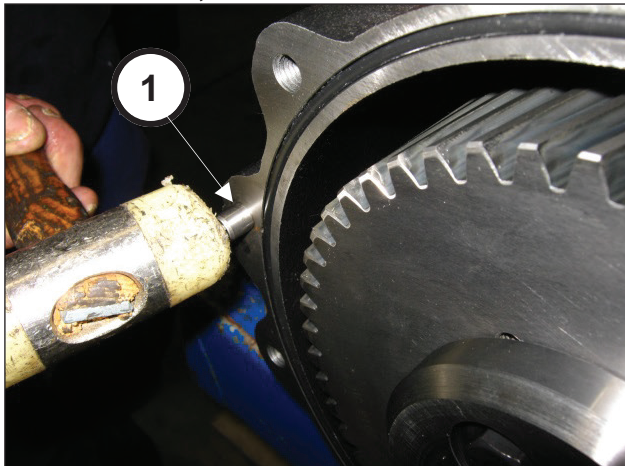
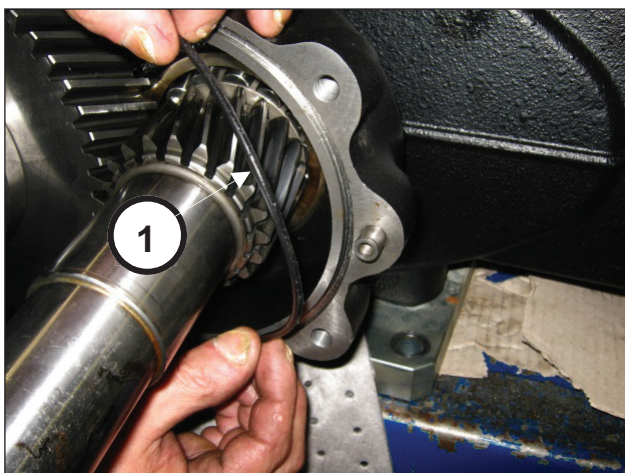

Рис. 83
Рис. 84
Установите 2 штифта $\varnothing 10 \times 24$ на коробку редуктора (поз. ①, Рис. 83) и вставьте уплотнительное кольцо (поз. ①, Рис. 84).